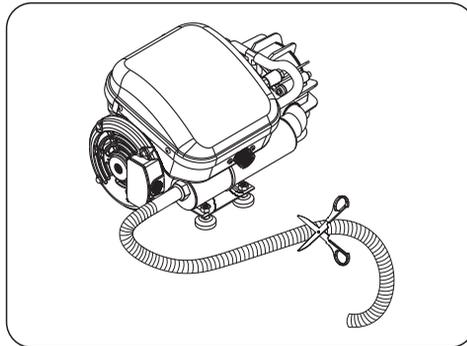

Fig. 2
- 1▶ Conecte a mangueira corrugada na saída de esgoto e aperte-a com a braçadeira (Fig. 2).
- 2▶ Corte a mangueira no local mais conveniente (Fig. 2) e instale a válvula de retenção (Fig. 3) **observando a seta indicativa de direção do fluxo** (Figs. 3 e 4). **Atenção!** A instalação incorreta da válvula de retenção (de forma invertida) causará sérios danos à bomba de vácuo.